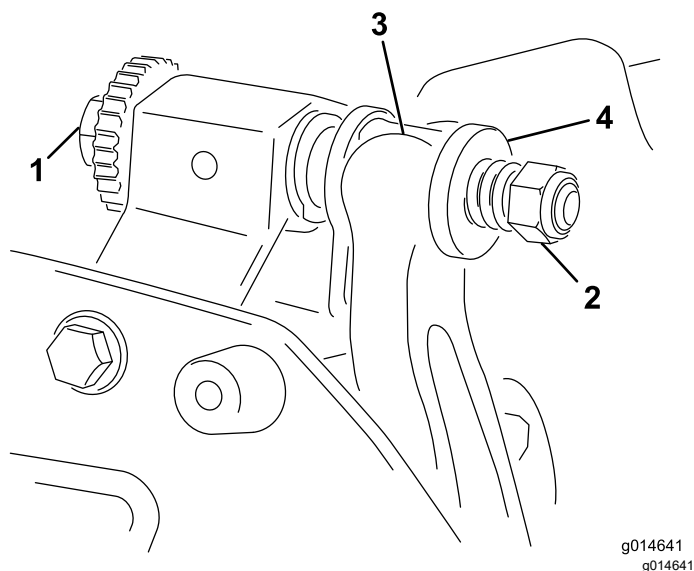

Figura 20
1. Ruotate la vite di regolazione della barra di appoggio in senso antiorario per allontanare la controlama dal cilindro (Figura 20).
2. Allentate il dado di tensione della molla, finché la rondella non sarà più in tensione contro la barra di appoggio (Figura 20).
1. Montate la barra di appoggio posizionando i supporti di montaggio tra le rondelle e la vite di regolazione della barra di appoggio (Figura 20).